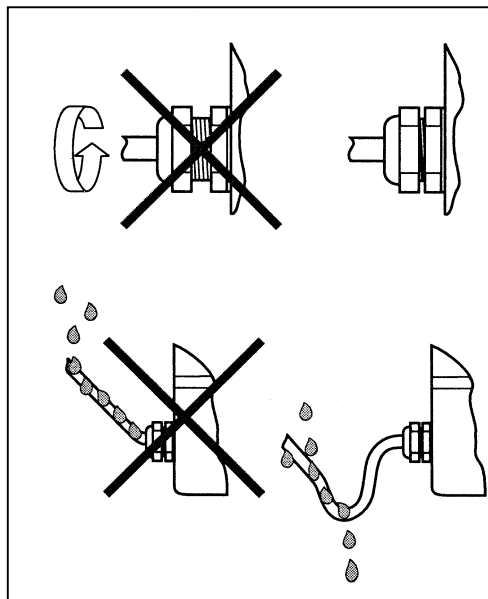

Рис. 5:
- Зажим на кабельном вводе должен быть надежно затянут (см. Рис. 5).
- Для исключения попадания влаги внутрь корпуса по кабелю, последний должен прокладываться с изгибом, как показано на Рис. 5.